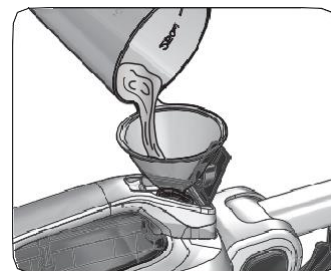

Fig. 4
- 1 Ruotare la manopola di regolazione del vapore (J) su "O".
- 3 Aprire il tappo del serbatoio dell'acqua (G).
- 4 Utilizzare il misurino (Q) e l'imbutto (R) in dotazione per riempire il serbatoio dell'acqua (H) con 350 ml di acqua naturale fresca, che corrispondono a un misurino e mezzo (Fig. 4).